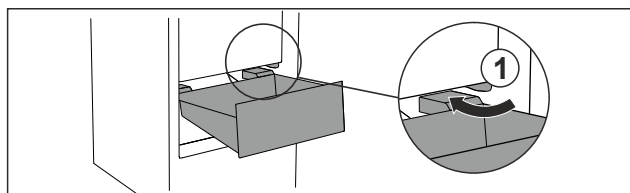

Fig. 98
- Ghidați sertarul oblic în jurul opritorului Fig. 98 (1).